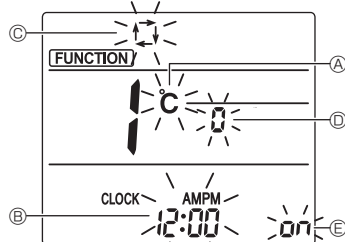

Fig. 6-10
- L'écran de réglage de l'affichage s'affiche. (Fig. 6-10)